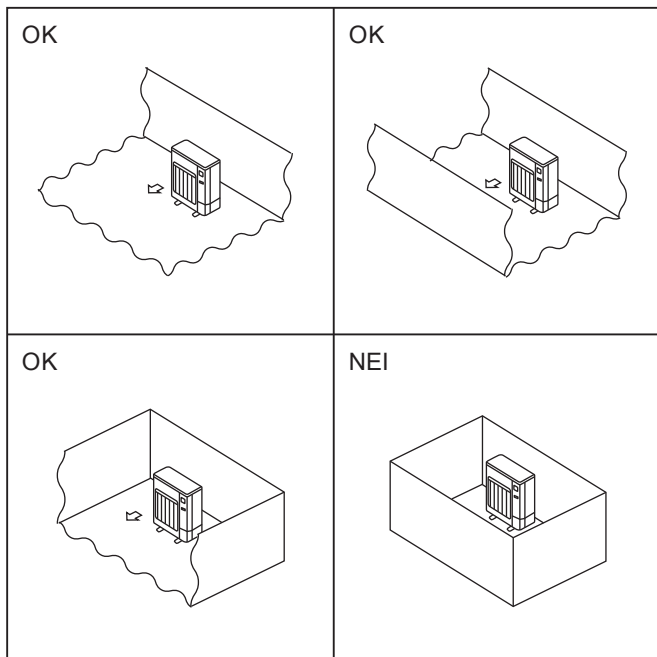

Fig. 2-1
- © Monter utendørsenheter på et sted der minst én av fire sider er åpne, og i et tilstrekkelig stort område uten fordympninger. (Fig. 2-1)